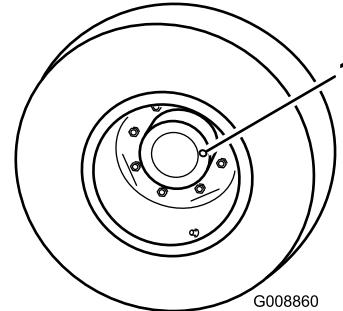

Figure 13
1. Garez la machine sur une surface plane et horizontale, tournez la roue de manière que le bouchon de contrôle/vidange (Figure 13) se trouve à la position 3 heures ou 9 heures.